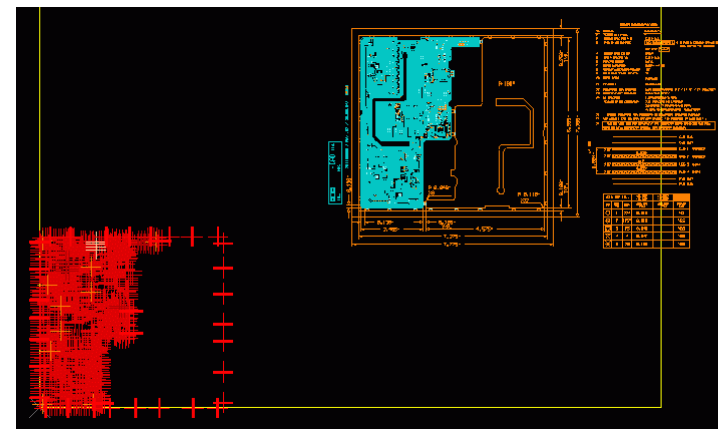

рис. 8-161
Мне повезло! Я нашёл логотип фирмы. Щёлкнем первый раз по линии ① и второй – по линии ②. Слои совместятся (рис. 8-161).